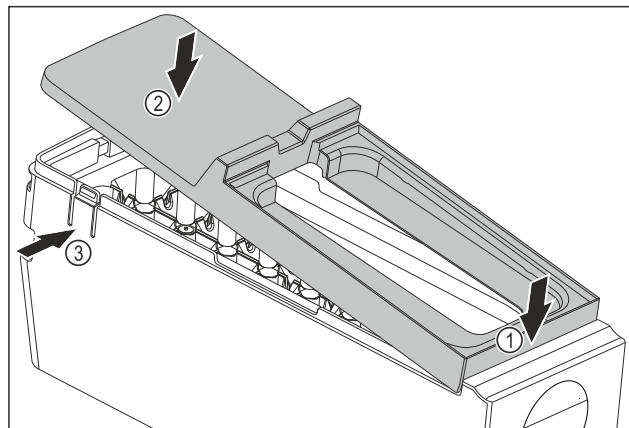

Fig. 81
- ▶ Монтаж на капака на корпуса на EasyTwist-Ice: Поставете капака отпред. Fig. 81 (1)
- ▶ Спуснете капака отзад. Fig. 81 (2)
- ▷ Капакът се фиксира с щракване в двете езичета Fig. 81 (3).